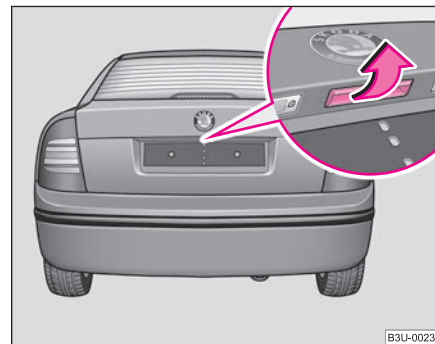

Fig. 27 Asidero de la tapa del maletero
- Presione el asidero ⇒ página 47, fig. 27 y levante al mismo tiempo la tapa del maletero.